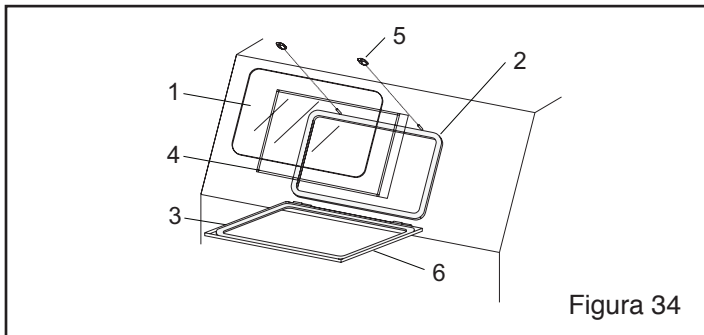

Figura 34
9.5 Ensamble de Ventana de Observación, Figura 34